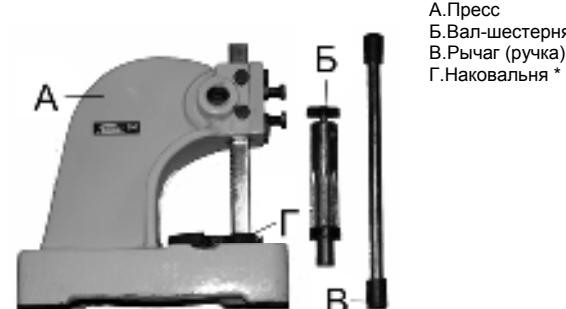

Рис.1
3. КОМПЛЕКТНОСТЬ (Рис.1)
*В зависимости от поставки наковальня Г может быть установлена на пресс А (Рис.1) или снята с него.